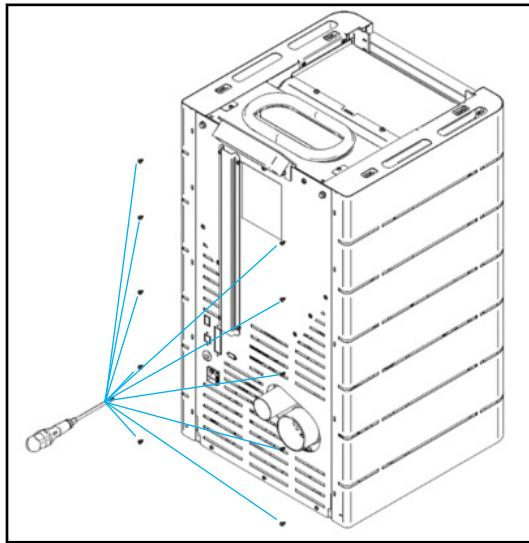

Figura 25 - Fixação envolventes laterais
e) Apertar as laterais na parte posterior utilizando 10 parafusos do kit, tal como demonstra a Figura 25.